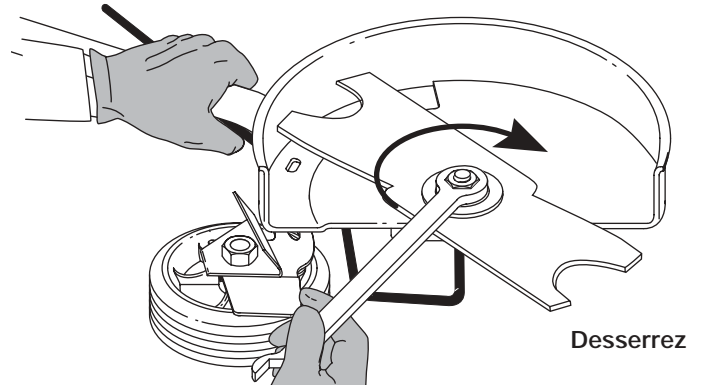

Fig. 9
3. Tenez la tige de blocage et desserrez l'écrou de la lame en le tournant **à droite** avec une clé de 5/8" (Fig. 9). Retirez l'écrou, la rondelle de retenue et la lame. Conservez l'écrou et la retenue de lame pour l'installation.